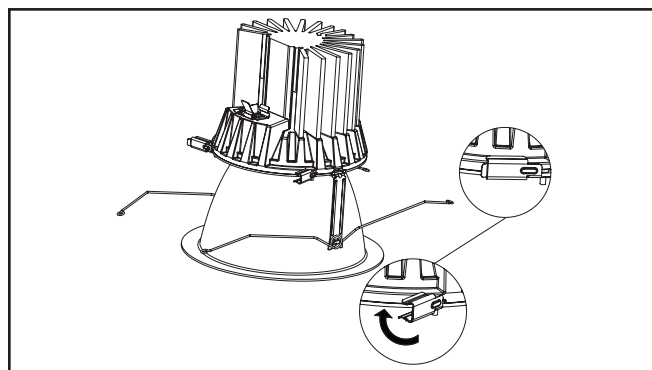

Figure 7.
- Tournez les attaches latérales (3) en place pour fixer fermement l'assemblage de la garniture au moteur lumineux à DEL (Figure 7).